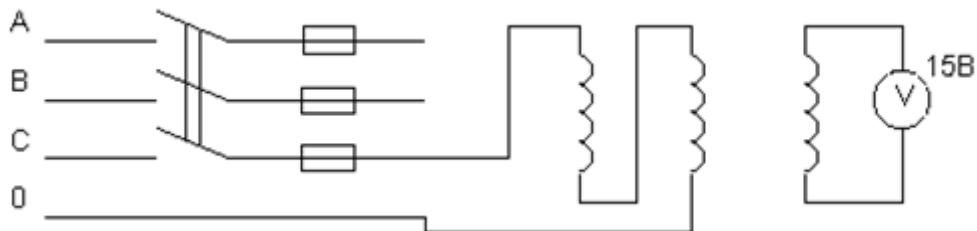

Рис.2.
2. Собрать цепь по схеме рис.2 и получить разрешение на ее включение. Определить «начало» и «конец» всех трех обмоток. Вольтметр на 15 В показывает напряжение, если у двух обмоток соединены «начало» с «концом» или «конец» с «началом». Произвести два опыта при условии, если: